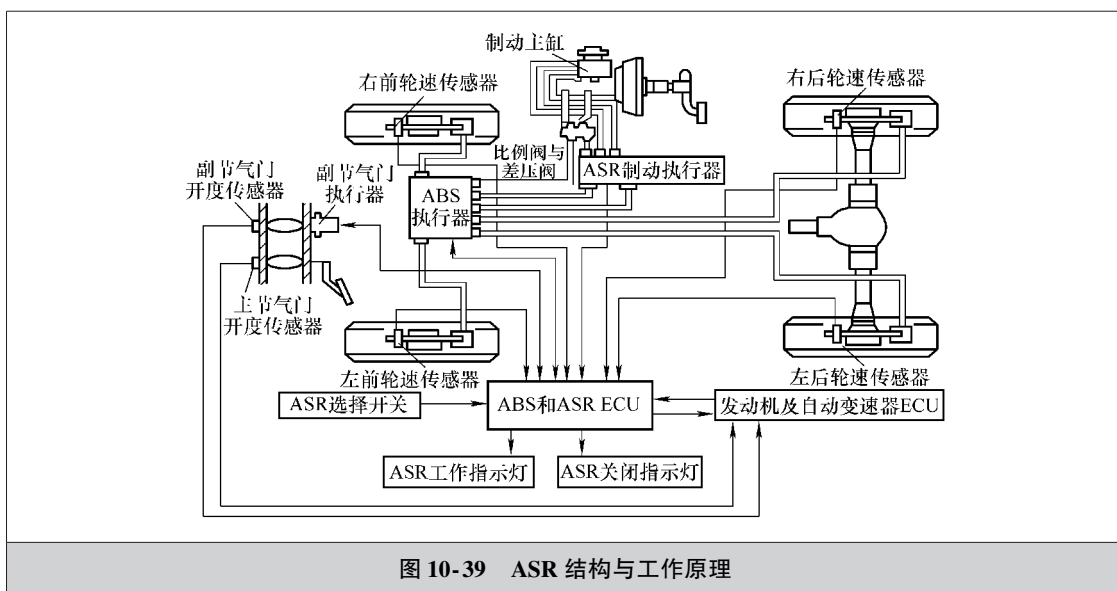

图 10-39 ASR 结构与工作原理
(1) 结构 ASR 由轮速传感器、节气门位置传感器、ABS/ASR ECU、执行器、车轮制动器等组成。
(2) 工作原理 ASR ECU 根据从前后轮速传感器传来的信号及发动机节气门开度信号来判断汽车的行驶状态，经过分析判断，对副节气门执行器、ASR 制动执行器发出指令，执行器完成对发动机供油系统或点火时刻的控制，然后对车轮制动器制动压力进行调整，如图 10-39 所示。